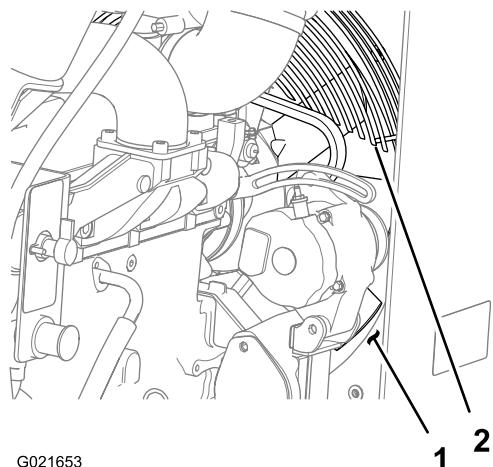

Figure 88
- 7. Faites pivoter la grille de ventilateur dans le sens antihoraire autour de l'arbre d'entraînement du ventilateur jusqu'à ce que l'ouverture dans la grille soit à la position 4 heures (Figure 88).